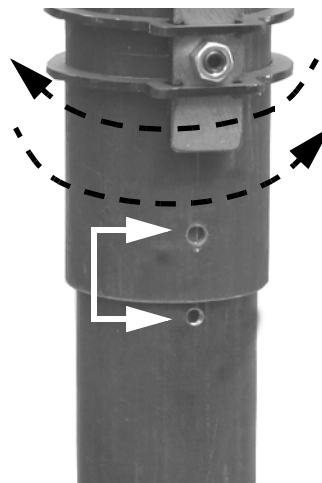
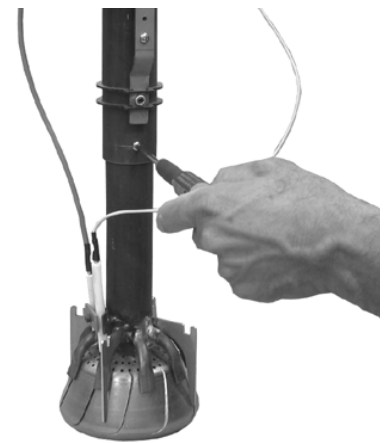

Рис. 12
Рис. 13
- 6 Установить патрубок на горелке, обращая внимание на обозначения, изображенные на Рис. 13.
- 2 Вытянуть конечную часть головки сгорания, вращая ее легкими движениями влево-вправо до тех пор, пока указанные отверстия (Рис. 12) не совпадут и закрепить ее винтом, указанным на Рис. 13.